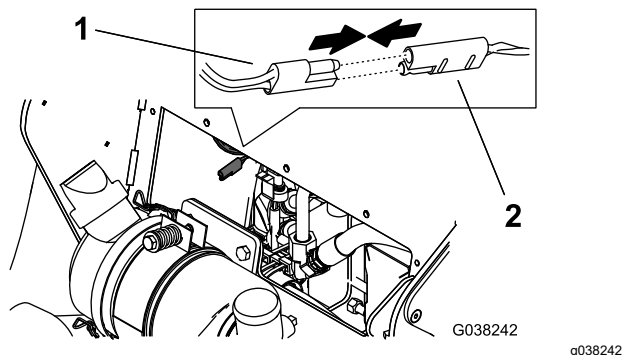

Figura 29
3. Desconecte el tapón del conector auxiliar del arnés de cables de la máquina, y conecte el arnés de cables del kit al conector (Figura 29).